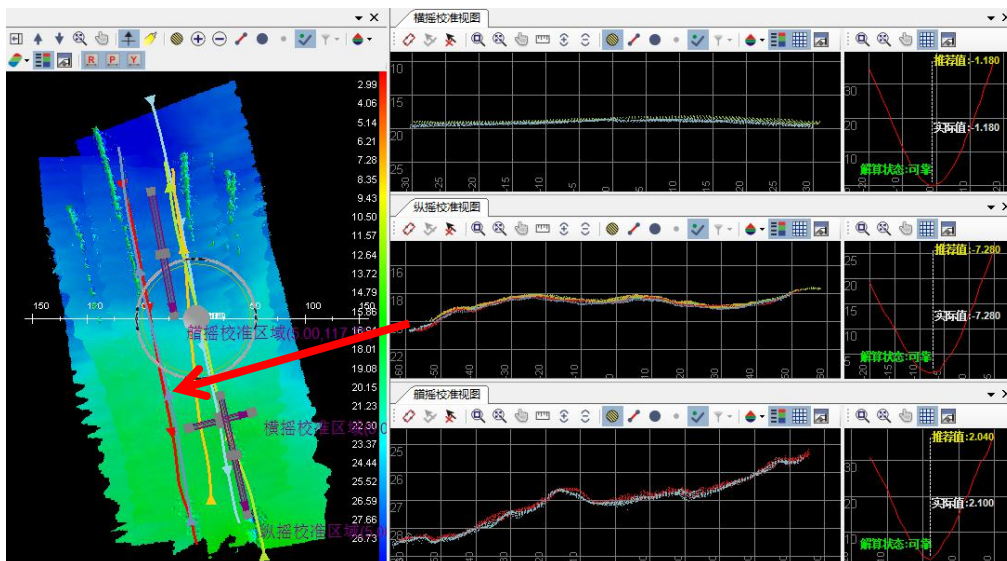

图 12.4 纵摇校准
(4) 点击『纵摇校准视图』的  按钮，然后在『安装校准视图』中的 3D 视图界面，找到两个测线文件重叠比较好的地方，并且处于斜坡位置，选择的区域位置最好斜坡方向与测线方向保持基本平行，并沿着斜坡方向拉一个矩形的校准区域，然后调整区域的宽度和位置，观察右侧校准曲线的变化，校准曲线呈现为光滑的漏斗状表明选择的区域比较适合作为校准区域。选择纵摇校准区域后，软件会自动计算出一个推荐纵摇校准值，如果选择使用该推荐值，请在“实际值”栏中输入该推荐值或者点击 ，然后根据实际需要进行手动调整纵摇校准值，使选择区域的两条测线重合，如图 12.4 所示。